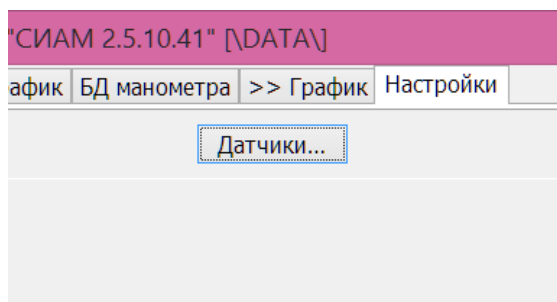

Рисунок 4. Вкладка «Настройки» в «БД СИАМ»
- нажать кнопку «Датчики» (см.Рис.4);